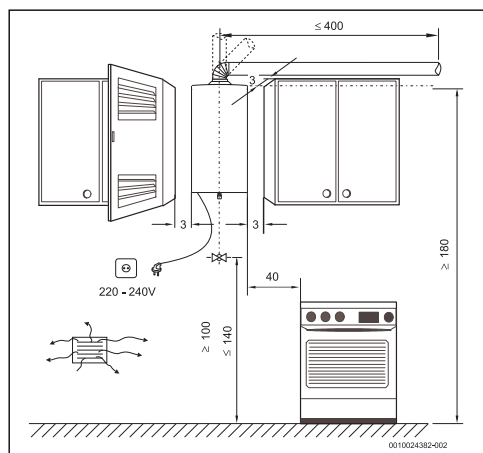

Fig. 13 Distâncias mínimas (cm)
- ▶ Respeitar as medidas mínimas de instalação indicadas na Fig. 13.
- ▶ Assegurar o bom acesso nos trabalhos de manutenção, respeitando as distâncias mínimas indicadas na Fig. 13.